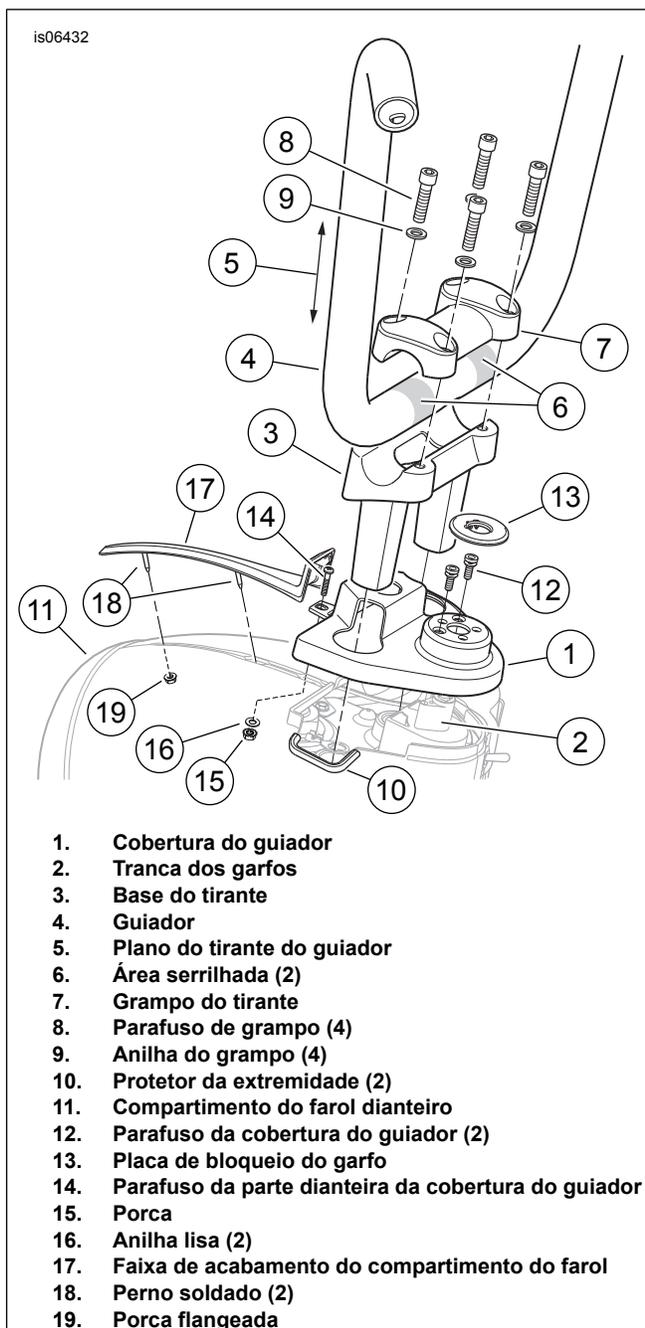

Figura 8. Configuração do Tirante de Guiador FLHR Ape
- b. **Para os modelos Road King:** consulte o Figura 8 . Posicione a cobertura do guidador (1), com a orientação indicada na imagem, sobre o bloqueio do garfo (2).
- c. Introduza a base do tirante (3) nos orifícios da cobertura do guidador e fixe o tirante com os parafusos de montagem que removeu anteriormente. Por enquanto, não aperte totalmente.
2. Ver Figura 8 . Para evitar a possibilidade de ocorrência de danos no cabo do travão, certifique-se de que os protetores das extremidades (10) se mantêm instalados nos rebordos internos do compartimento do farol (11). Substitua os protetores das extremidades que se encontrarem em falta, ou que estiverem rachados ou danificados.
4. Ver Figura 8 . Fixe a **nova** cobertura do guidador (1) ao mecanismo de bloqueio do garfo (2). **Para modelos da América do Norte e modelos Internacionais de 2014 e posteriores:** utilize os dois parafusos de **cabeça chata** (12) que removeu anteriormente. Aperte os parafusos de cabeça chata. **Para modelos de 2013 e anteriores comercializados na Austrália, no Brasil, na Inglaterra, na Europa e no Japão:** utilize dois parafusos especiais **novos** (Peça H-D N.º 2935A, comprados à parte). Aperte os parafusos (12), até que as cabeças de rutura se partam.
5. Prima a placa de bloqueio do garfo original (13), de forma a fazer com que fique encaixada na posição adequada sobre a cobertura do guidador.
6. Introduza o parafuso (14, removido anteriormente) no orifício localizado na parte da frente da cobertura do guidador e na parte superior do compartimento do farol (11). Aceda ao interior do compartimento e instale a porca (15) e a anilha chata (16) nas roscas do parafuso. Aperte.